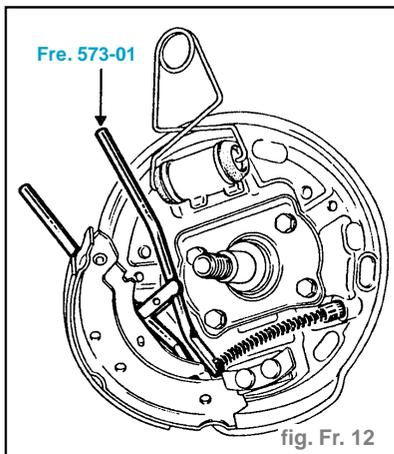

fig. Fr. 12
- le câble de frein à main avec l'outil Fre. 573-01. (fig. Fr. 12)